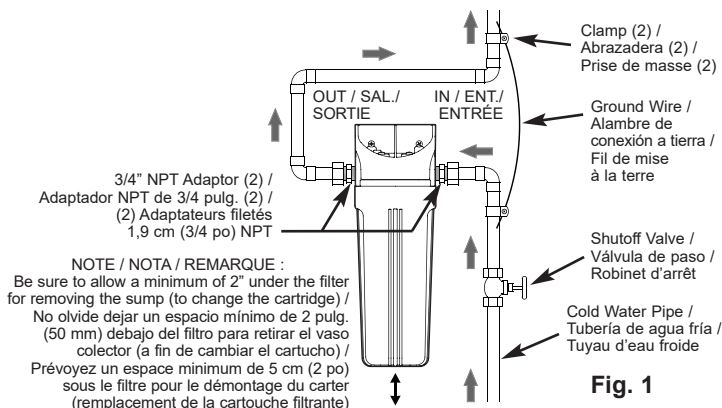
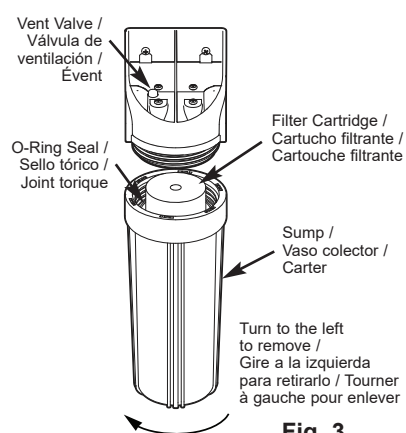

Fig. 1
Fig. 3
To filter all house water, install the filtration system on the main (COLD) supply water pipe near where it enters the house (See Figure 1).
3. Cut out a section of the COLD water supply pipe several inches long, as needed to install the filter as shown in Figure 1.
5. With the IN side of the water filter toward the incoming water, make connections, as shown in Figure 1. When tightening compression nuts, be sure to use a second wrench to hold the 3/4" NPT fitting while turning the nut.
The house cold water pipe is often used to ground electrical outlets in the home. Grounding protects you from electrical shock. Installing the water filter may have broken this ground. To restore, buy and install a #4 copper wire across the filter, tightly clamped at both ends, as shown in Figure 1.
1. Close the water supply shutoff valve to the filter (See Figure 1). To relieve pressure in the filter, press the vent valve on top of the filter head (See Figure 3) or open a cold water house faucet downstream of the filter.
2. Turn the sump to the left to remove from the head (See Figure 3). Be careful, as the sump is full of water. Do not lose the large o-ring seal.
8. Partially open a house faucet downstream of the filter housing. Then, slowly open the water supply shutoff valve (See Figure 1) and allow the filter housing to fill with water. While it is filling, press the filter vent valve to release air in the filter.
2. Gire el vaso colector a la izquierda para retirarlo del cabezal (Vea la Fig. 3). Tenga cuidado. El vaso colector está lleno de agua. No pierda el aro tórico grande.
Pour filtrer l'eau de toute l'habitation, installez le système de filtration sur le tuyau principal d'arrivée d'eau FROIDE près de l'endroit où il entre dans la maison (voir figure 1).
3. Coupez une section du tuyau d'arrivée d'eau FROIDE sur plusieurs centimètres, assez pour installer le filtre tel qu'illustré à la figure 1.
5. Le côté de l'entrée (IN) étant dirigé vers l'arrivée d'eau, effectuez les raccordements, tels qu'illustrés à la figure 1. Lors du serrage des écrous de compression, prenez soin d'utiliser une deuxième clé pour retenir le raccord 1,9 cm (3/4 po) NPT tout en tournant l'écrou.
1. Fermez d'abord l'arrivée d'eau du filtre (voir figure 1). Pour relâcher la pression à l'intérieur du filtre, appuyez sur l'évent situé sur le dessus de la tête du filtre (voir figure 3) ou ouvrez un robinet d'eau froide en aval du filtre.
2. Tournez le carter vers la gauche pour le séparer de la tête (voir figure 3). Prenez garde, car le carter est rempli d'eau. Ne dégagez pas le grand joint torique.